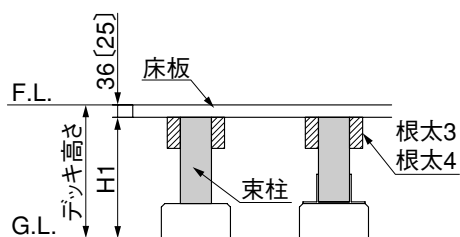
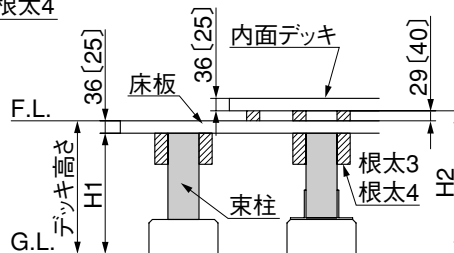

図3-2 フラットデッキ仕様の束柱の高さ寸法
図3-3 内面デッキ仕様の束柱の高さ寸法
- ① 図3-2、図3-3から束柱の高さ寸法のH1、H2を出してください。